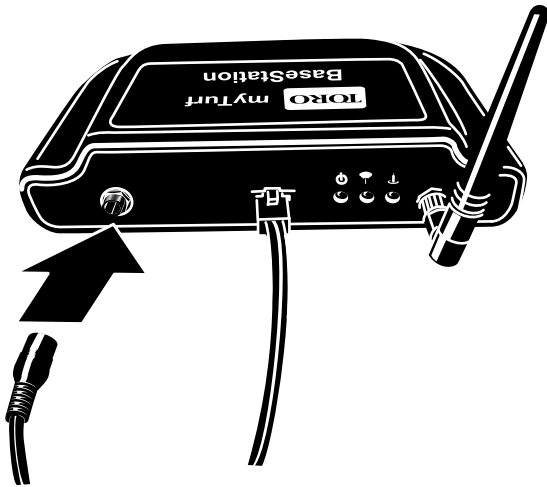

Figura 9
1. Ligar o cabo de alimentação à estação base (Figura 9).